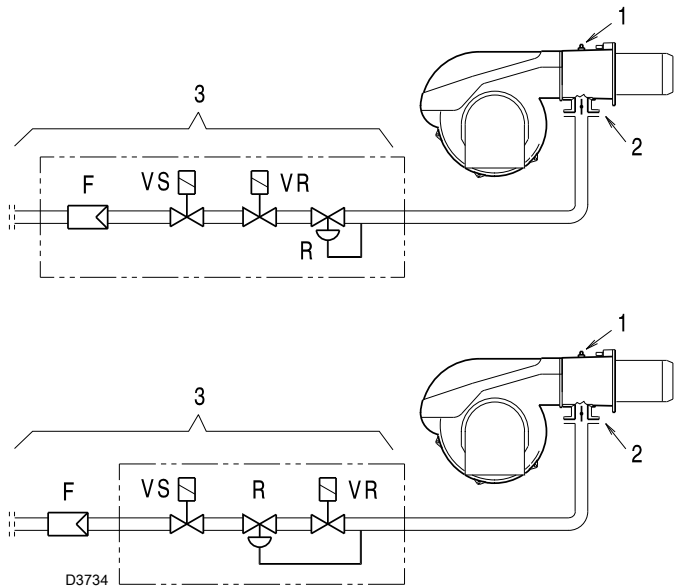

图 24
测试点 1) (图 24) 处测得的燃气压力，此时：
燃气蝶阀 2) (图 24) 处的压力损失，此时蝶阀为全开位置，开启角度为：90°。
- 用测试点 1) (图 24) 测得的燃气压力减去炉膛背压。
测试点 1) (图 24) 处燃气压力 = 11.7 mbar
计算测试点 1) (图 24) 处所需燃气压力，将燃烧器以最大出力运行：
- 读出右边栏 1 所示测试点 1) (图 24)。
测试点 1) (图 24) 处所需压力。